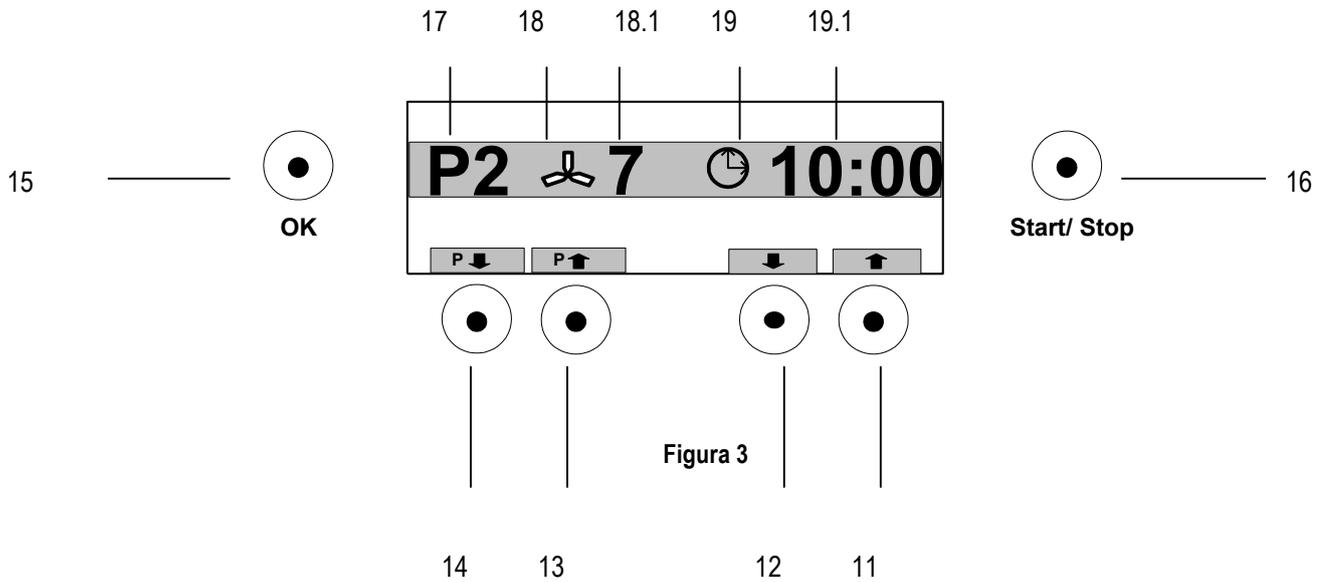
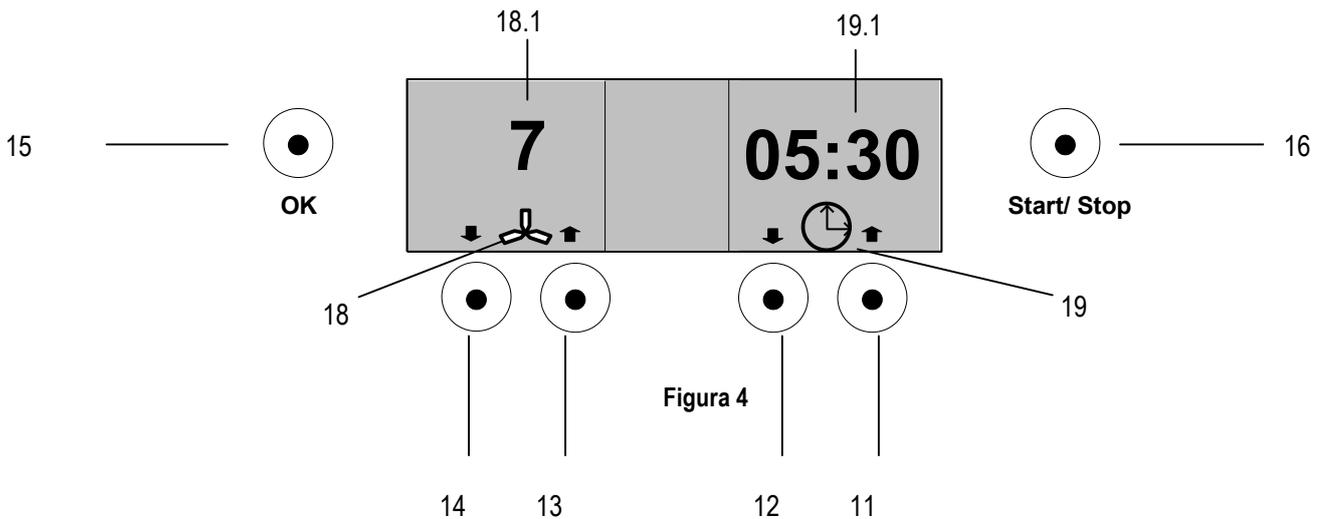

Figura 3
Figura 4
- 13 Aumento numero di programma (Figura 3) o livello di velocità della ventola (Figura 4)
- 14 Riduzione numero di programma (Figura 3) o livello di velocità della ventola (Figura 4)
- 17 Indicatore numero di programma (Figura 3)